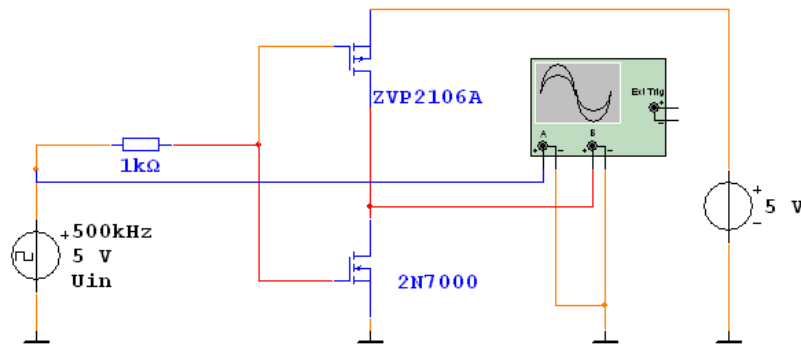

Рис.10.2
10.2.2. Для исследования динамической характеристики ЛЭ КМОП «НЕ» соберите схему, приведенную на рис.10.2. Установите выходное напряжение генератора прямоугольных импульсов 5 В, частоту 500 Гц, коэффициент заполнения (длительность) 50, масштаб по горизонтальной оси осциллографа 500 мкс/дел, по вертикальной 2 В/дел. Активизируйте схему. Для улучшения наглядности сместите график выходного сигнала вниз. Срисуйте с экрана осциллографа временные зависимости входного и выходного сигналов.